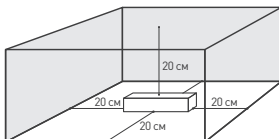

Рис. 2. Свободное пространство вокруг источника
- 4.3. Для естественной вентиляции обеспечьте не менее 20 см свободного пространства вокруг источника питания, как изображено на рис. 2. При невозможности обеспечить свободное пространство используйте принудительную вентиляцию.